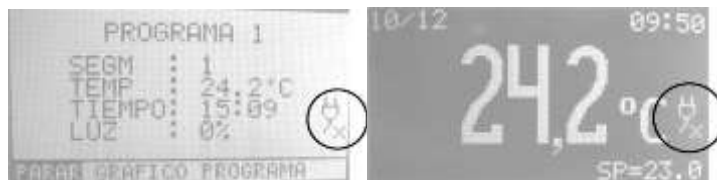

Fig.15
La señalización de la alarma consiste en el encendido intermitente del LED rojo de alarma (fig.1 (5)) y la indicación en el display correspondiente del signo de alarma por corte de energía (fig.15).